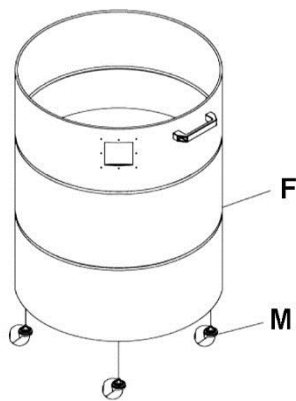

Рис. 4
4. Закрутите 4 ролика (M) в гайки под контейнером (F). См. Рис. 4.